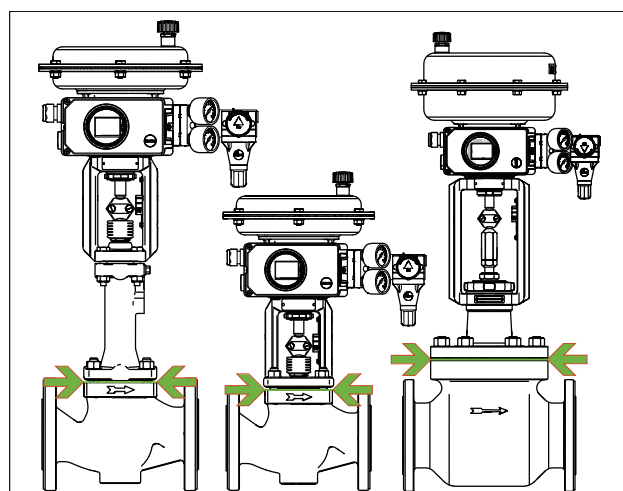

Fig. 13: Isoleringsgräns för reglerventiler (exempel visas)
- ⇒ Isolera endast reglerventiler upp till huvflänsen på ventilhuset (se Fig. 13). Detta gäller även för versioner med bälgtätning eller isolerande del vid medeltemperaturer under 32 °F (0 °C) eller över 428 °F (220 °C). Om den isolerande sektionen är isolerad, fungerar den inte korrekt.